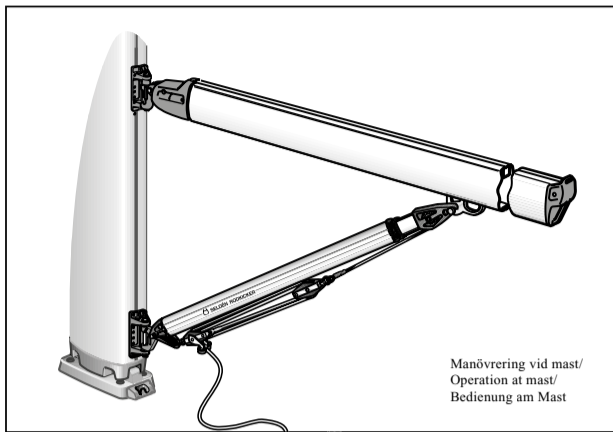

Fig. 1
1. Nehmen Sie die Aufl gefeder ⑤ ab, indem Sie gleichzeitig die beiden Arretierungsknöpfe drücken.
2. Ziehen Sie das innere Rohr ② heraus.
3. Nehmen Sie den unteren Endbeschlag aus dem äußeren Rohr ①.
4. Setzen Sie die obere Buchse ④ in die Distanzhülse ⑧ ein. Fetten Sie das Gewinde am Ende des Gas-Zylinders. ACHTUNG: Vermeiden Sie Fett auf der Schubstange der Gasdruckfeder!
6. Schrauben Sie das dicke Ende der Gasdruckfeder in den oberen Endbeschlag ④.
7. Schrauben Sie das dünne Ende der Gasdruckfeder in den unteren Endbeschlag ⑥, gemäß Abb. 1. Stellen Sie die Endstücke so auf, dass die Nuten nach oben zeigen.
8. Halten Sie den Draht etwas gespannt und führen Sie dann die Gasdruckfeder mit dem unteren Endbeschlag in das dickere Rohr. Achten Sie darauf, dass der Führungsbuchse ⑦ richtig auf dem inneren Rohr liegt.
9. Schieben Sie die Aufl gefeder ⑤ mit den Arretierungsknöpfen wieder in das äußere Rohr.
10. Führen Sie das kleinere ② in das größere Profil ①. Stellen Sie sicher, dass die Führungsbuchse ⑦ korrekt auf dem kleineren Profil liegt.
11. Schieben Sie die Feder ③ auf das größere Profil bis sie einrastet.